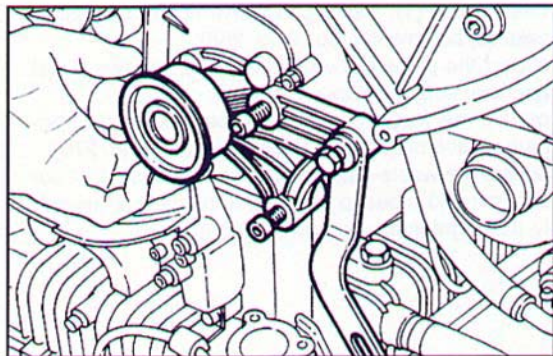

Fig. 266 ▲
- montare il supporto galoppino lato sinistro e la staffa supporto alternatore avvitando le tre brugole di fissaggio (Fig. 266);
- fit the left side pulley support and the alternator support bracket, tightening the three Allen securing screws (Fig. 266);